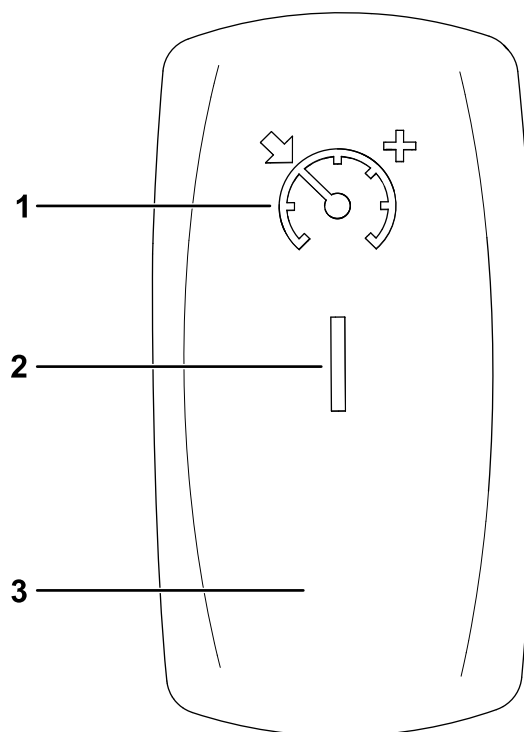

Figure 46
1. Placez la commande du régulateur de vitesse à la position ACTIVÉE (Figure 46).
2. Lorsque vous roulez à la vitesse souhaitée, appuyez sur le haut de la commande du régulateur de vitesse pour activer/programmer le régulateur de vitesse (Figure 46).
Pour augmenter la vitesse programmée sur le régulateur de vitesse, appuyez sur le haut de la commande jusqu'à ce que la vitesse voulue soit atteinte (Figure 46).
Pour désactiver le régulateur de vitesse, appuyez sur le bas de la commande (position DÉSACTIVÉE) (Figure 46).